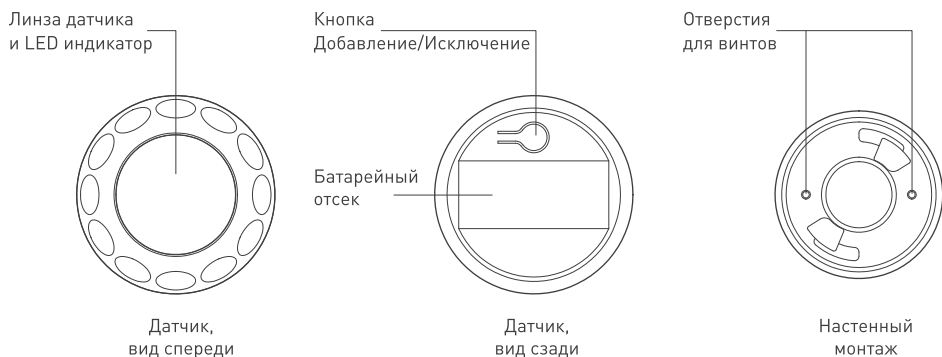

Рисунок 1. Расположение основных элементов.
- Трижды нажмите кнопку «Добавление/исключение» (см. рисунок 1). LED-индикатор мигнет 5 раз.
- Трижды нажмите кнопку «Добавление/исключение» (см. рисунок 1).
- Нажмите и удерживайте кнопку «Добавление/исключение» (см. рисунок 1) более 10 секунд, пока LED-индикатор не мигнет один раз.
- Приложите настенное крепление к стене и вверните прилагаемые винты через отверстия для винтов (см. рисунок 1).